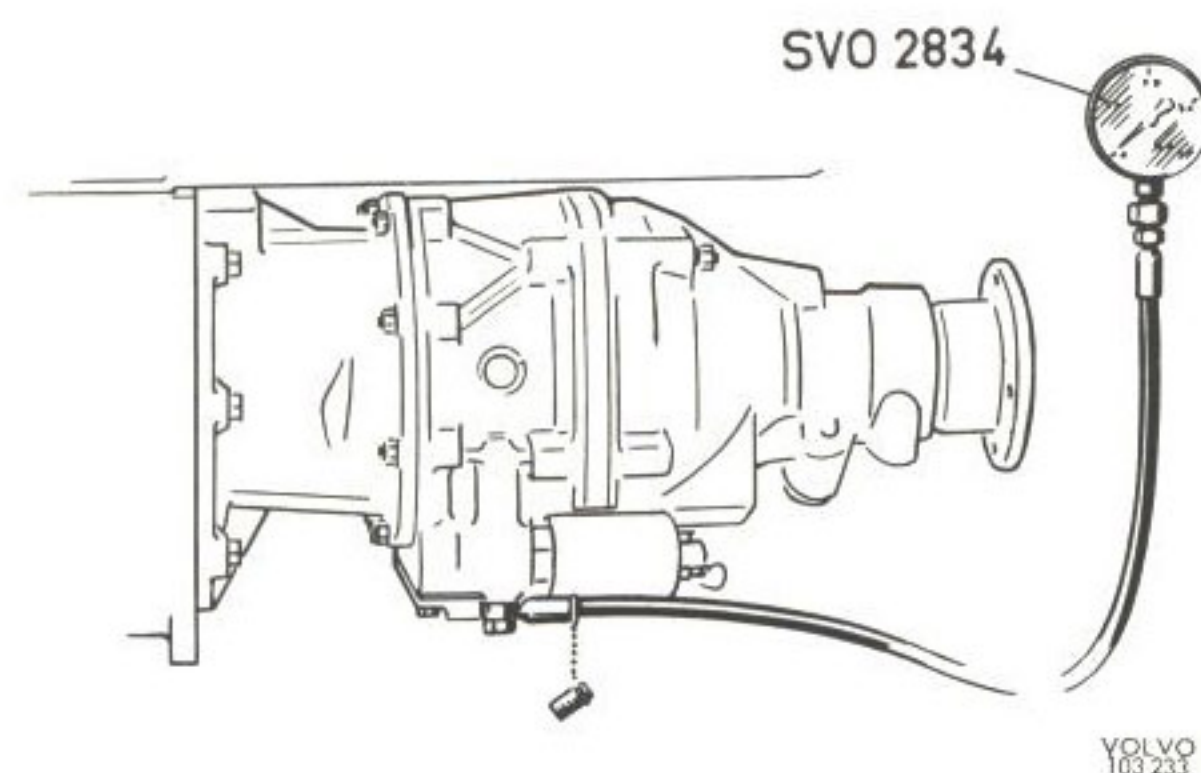

Bild 17. Kontroll av oljetryck
1. Tag bort proppen under manöverventilen och anslut oljemanometern SVO 2834, se bild 17.